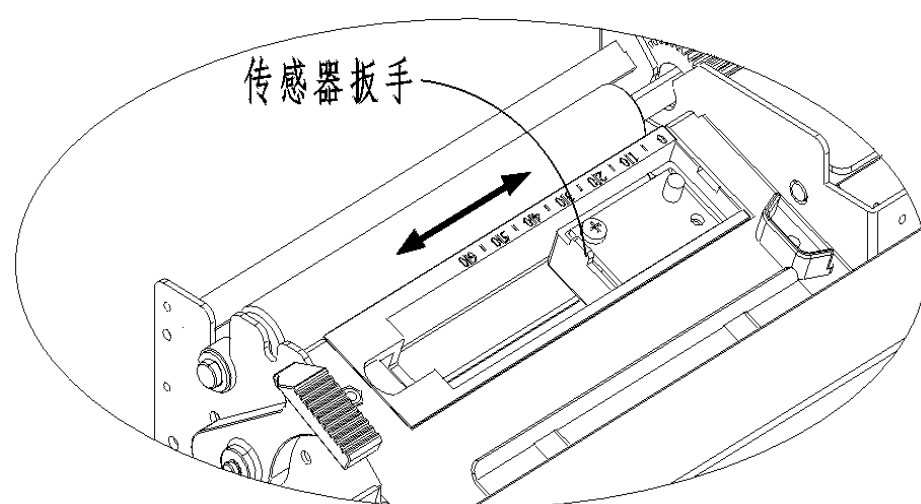

图 6.3-3
- 3) 拉动传感器扳手（见图 6.3-3），按照传感器要求位置，移动传感器使其对准标尺上的相应刻度（见图 6.3-4）；